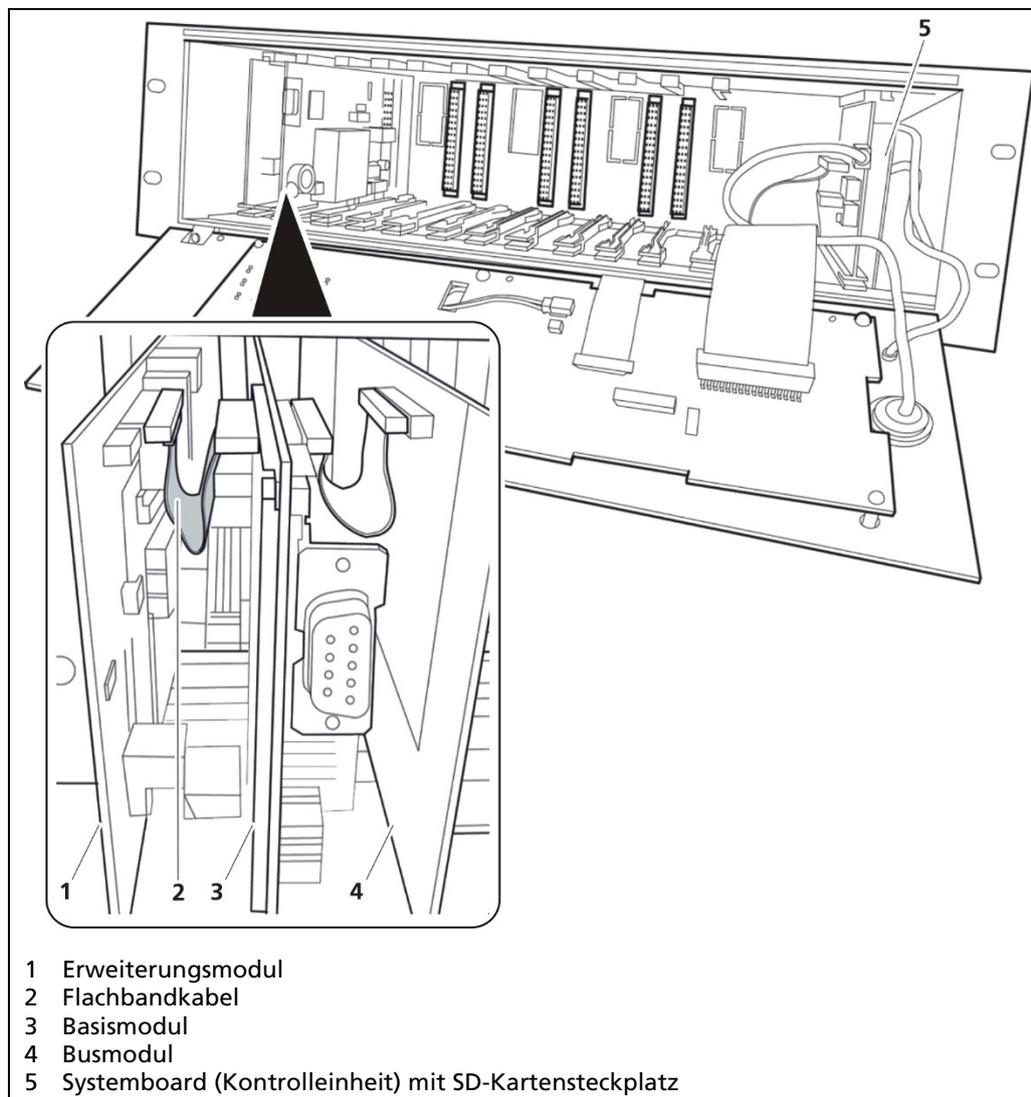

Abb. 9 Übersicht der eingebauten Module
4. Ziehen Sie alle Module (Abb. 9, Pos. 3) des Messkanals **gleichzeitig** heraus und entfernen Sie ggf. die oder das Flachbandkabel (Abb. 9, Pos. 2).
7. Schieben Sie alle Module (Abb. 9, Pos. 3) des Messkanals **gleichzeitig** wieder hinein.